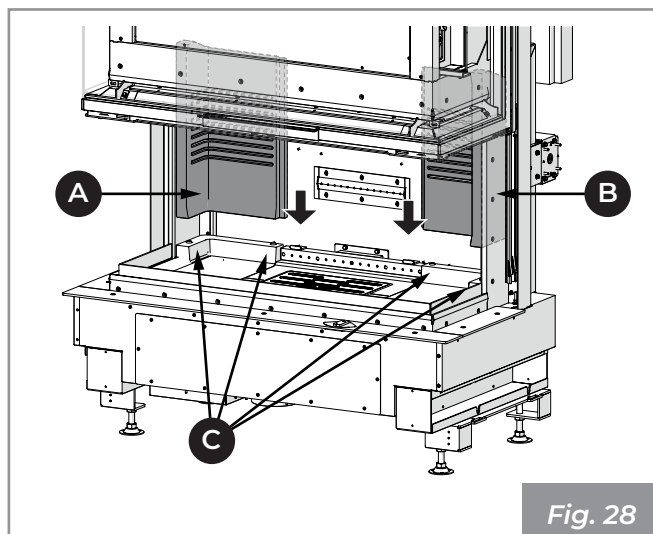

Fig. 28
- 5) Appoggiare gli schienali laterali in refrattario (A, B) alla parete dell'Ecomonoblocco e farli delicatamente scivolare in posizione, centrandoli con le protuberanze (C) presenti nella base in refrattario (Fig. 28).